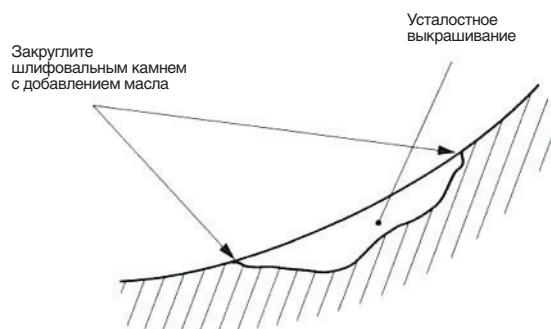
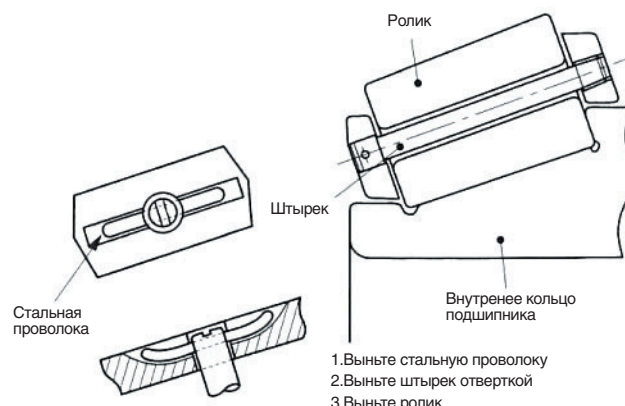

Рис. 4.1 Удаление каверн усталостного выкрашивания на беговой дорожке
Рис. 4.2 Удаление штырька для контрольного осмотра
- (1) Убедитесь в том, что подшипник собран в соответствии с установочными метками.
- (2) Осмотрите торцевую поверхность внутреннего кольца на предмет наличия трещин и царапин. При необходимости удалите их шлифовальным камнем с добавлением масла.
- (3) Осмотрите отверстие внутреннего кольца на предмет наличия трещин, царапин и следов перегрева.
- (4) Осмотрите беговые дорожки внутренних и внешних колец и поверхности роликов на предмет наличия следов больших контактных напряжений. Если возможна большая мгновенная нагрузка на подшипник, замерьте зазор между подкладкой распорки и пластиной. При необходимости предпримите соответствующие корректирующие действия. Если речь идет о четырехрядном коническом роликоподшипнике, то большие контактные напряжения в двух рядах могут быть вызваны недостаточной затяжкой передней крышки. Отрегулируйте толщину. Если следы больших контактных напряжений имеются на двух наружных рядах роликов на небольших подшипниках, причиной может послужить перетяжка передней крышки.
- (5) Осмотрите беговые дорожки внутреннего и наружного колец и поверхность роликов на предмет наличия следов усталостного выкрашивания. Беговые дорожки и поверхности качения могут иметь следы усталостного выкрашивания, если используются дольше заявленного срока работы. Как правило, подшипники, имеющие следы выкрашивания, нельзя использовать повторно. Если выкрашивание небольшое и имеет место на наружном кольце, отшлифуйте вокруг места выкрашивания, вручную, как показано на **рис. 4.1**, закруглите переход между дорожкой качения и каверной шлифовальным камнем с добавлением масла и смените номер положения нагрузки подшипника. Если сепаратор штырькового типа имеет специальный штырек для контрольного осмотра, выньте этот штырек, как показано на **рис. 4.2**. Можно проверить беговую дорожку внутреннего кольца.
- (6) Осмотрите беговую дорожку и ролики на предмет наличия ржавчины. Если ржавчина на дорожке или роликах есть, то небольшие ее очаги можно убрать наждачной бумагой или шлифовальным камнем с добавлением масла. Если очаги ржавчины достаточно глубокие и имеют периодичность, равную расстоянию между роликами, подшипник нужно шабрить.
- (7) Осмотрите ролики и беговые дорожки на предмет наличия пластических деформаций. Небольшие пластические деформации можно убрать шлифовальным камнем с добавлением